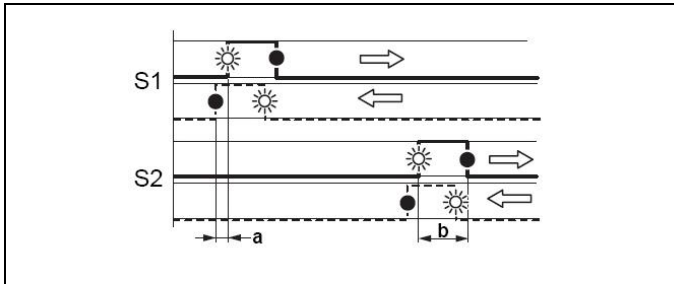

Fig. 8: Courbe du signal en principe
- Procéder de la même façon avec S2 pour obtenir la courbe du signal selon la figure 8.